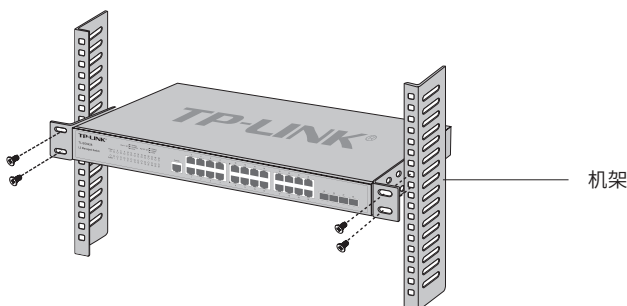

图2-3 机架安装示意图
4. 用螺钉将L型角铁固定在机架两端固定的导槽上，确保交换机稳定、水平地安装在机架上，如图2-3所示。